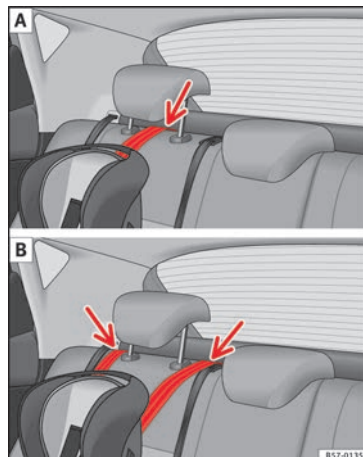

Abb. 34 Befestigungsgurt: Einstellung und Einbau je nach Top Tether-Gurt.
- Führen die den Gurt unter der Kopfstütze des Rücksitzes durch » Abb. 34 (in Abhängigkeit der Gebrauchsanweisungen des Kindersitzes ggf. Kopfstütze anheben oder entfernen).